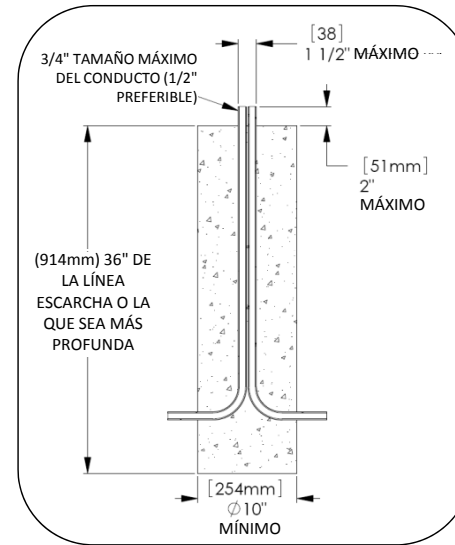
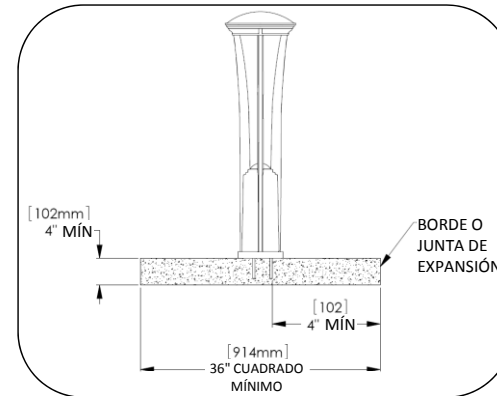
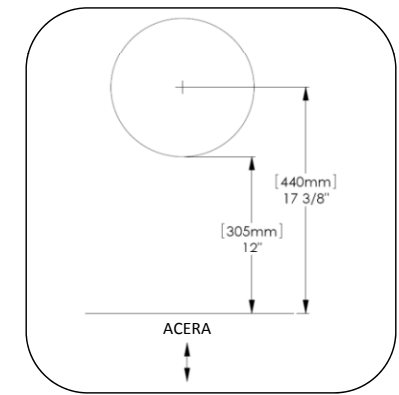

Figura 1 – Recomendación para la cimentación mínima
Figura 2 – Tamaño mínimo de la losa de hormigón
Figura 3 – Recomendación para la distancia de retroceso desde la acera
1. Prepare la cimentación tal como lo requieren los códigos locales; véase Figura 1, Figura 2 y Figura 3 para obtener recomendaciones.